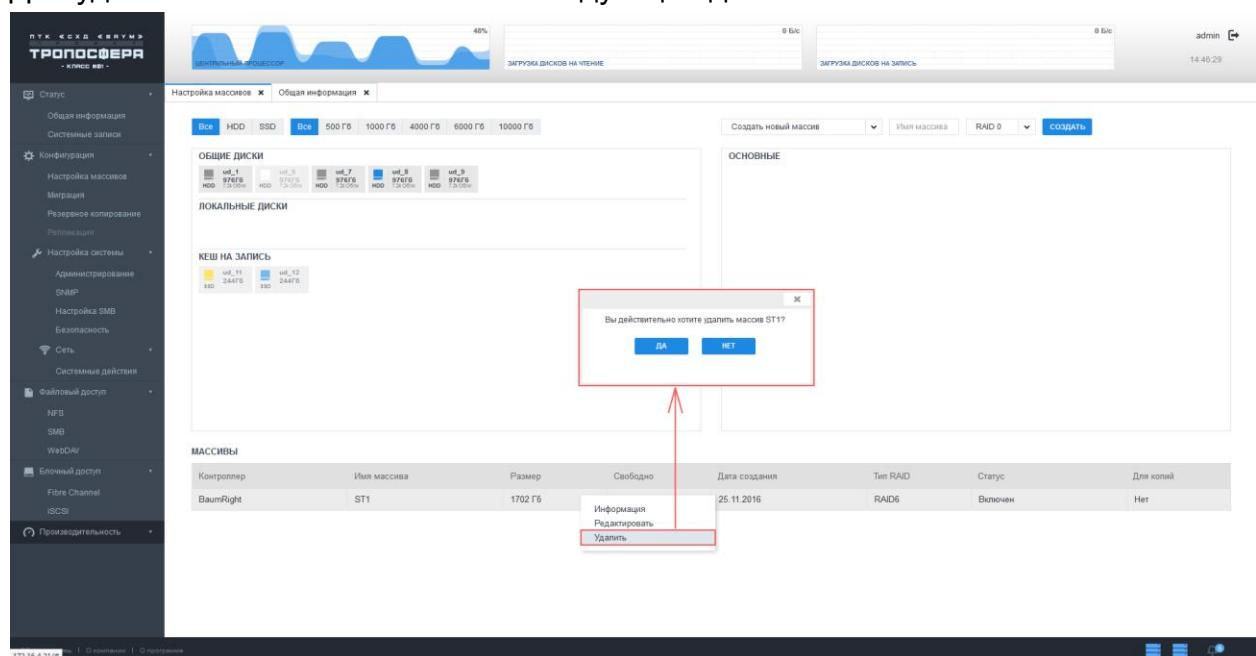

Рисунок 41 – Удаление массива
- 3) В результате появится модальное окно, в котором необходимо либо подтвердить действие (и тогда массив удалится), либо закрыть модальное окно (то есть отменить удаление массива) (см. Рисунок 41).